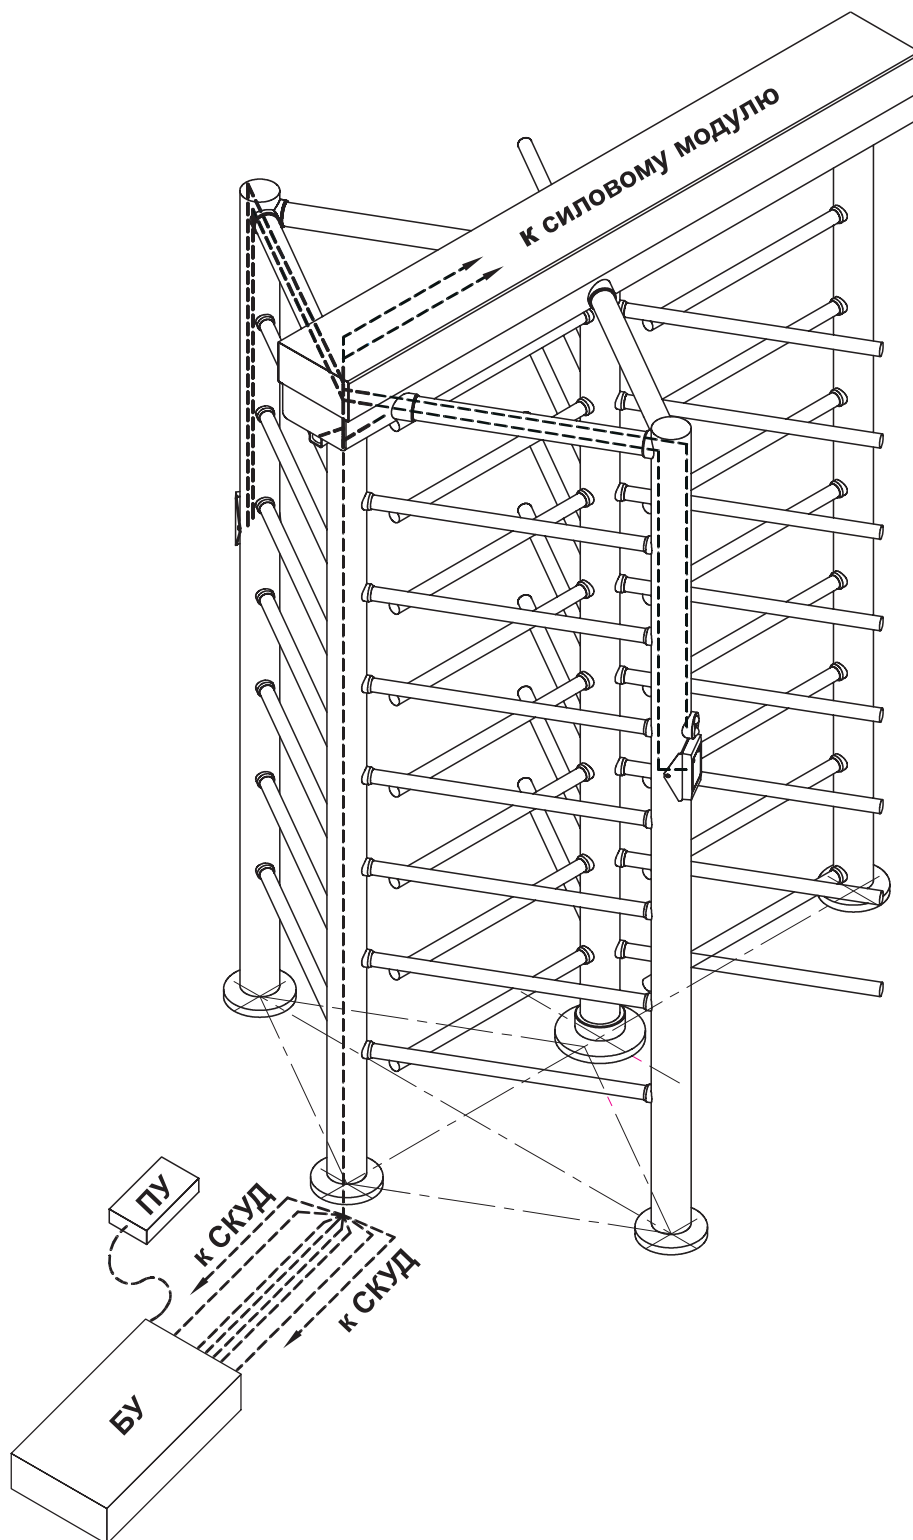
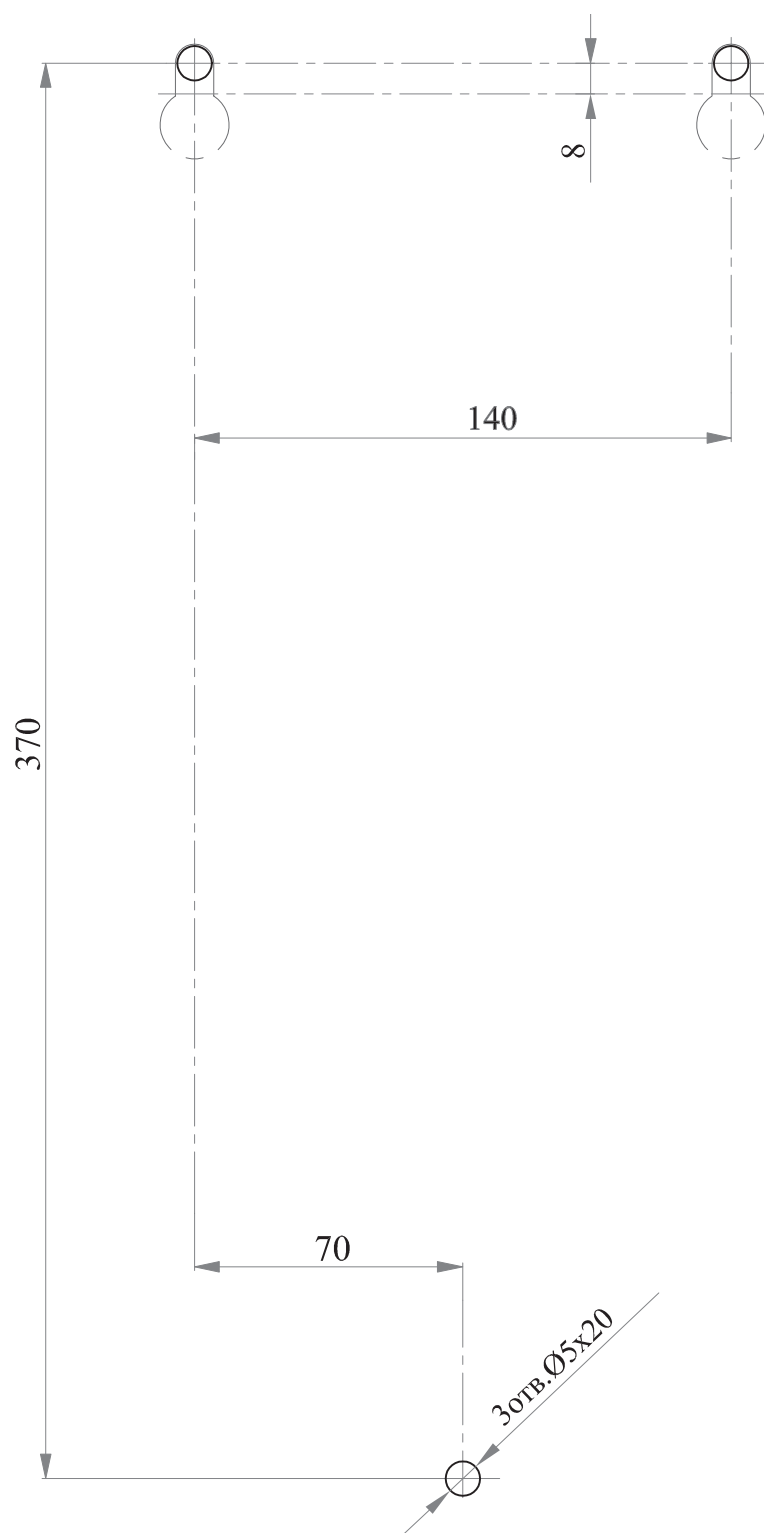

Рис. 6. Схема прокладки кабельных каналов для внешних подключений
Рис. 7. Разметка отверстий установки блока управления
- определите место установки БУ и с учетом этого выполните в установочной поверхности кабельный канал (рис. 6) и разметку для установки БУ (рис. 7);
- проведите кабели питания, управления, индикации, а также в зависимости от комплектации, сирены и датчика контроля зоны прохода через опорную стойку (17), выходящие концы кабелей привода и кабеля управления должны быть не менее 0,5 м. Для остальных — не менее 3 м;
- установите опорную стойку (17) в рабочее положение, закрепите её на установочной поверхности с помощью анкерных болтов М10;